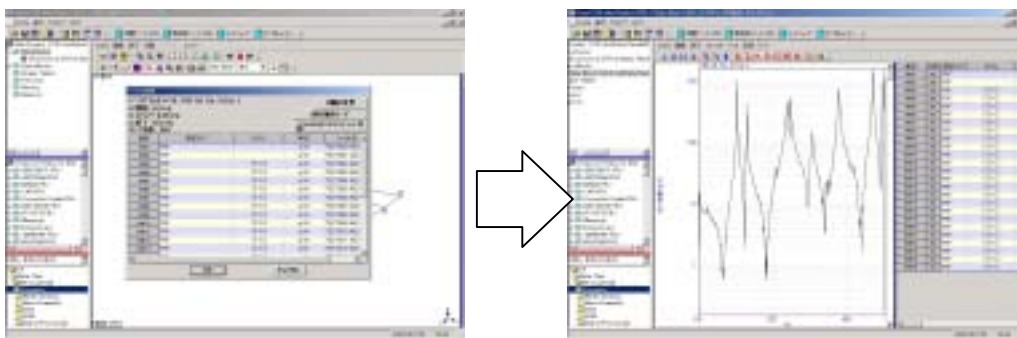

図 7 ファイルのインポート(左図:データ変換ダイアログボックス;右図:データブロックウィンドウ)
- まずデータブロックのスプレッドシート(図7右図中テーブル)のDOFsのヘッダー部をダブルクリックしてください。図8のようなDOFジェネレータが表示されます。